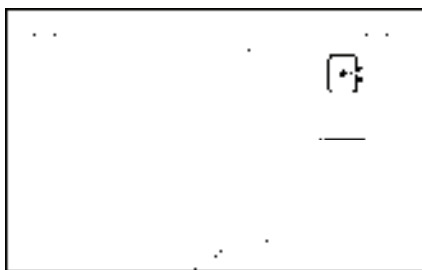

图 14-68 绘制洗涤盆
13) 调用“布置洁具”命令, 在“天正图库”窗口中选择洗涤盆图形; 双击样式图标, 在弹出的“布置洗涤盆 06”对话框中单击“自由插入”按钮; 在命令行中输入 A, 调整图形的角度, 指定插入点, 结果如图 14-68 所示。